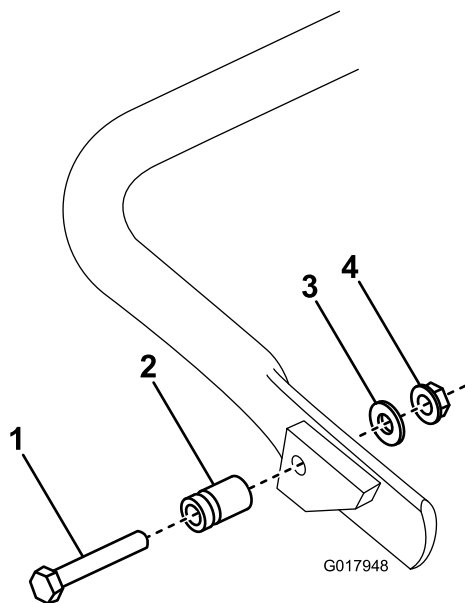

Рисунок 5
1. **Только для модели 04056:** подсоедините пружинодержатель к правой стороне откидной подставки (Рисунок 5), используя болт, шайбу и гайку с буртиком, входящие в комплект.